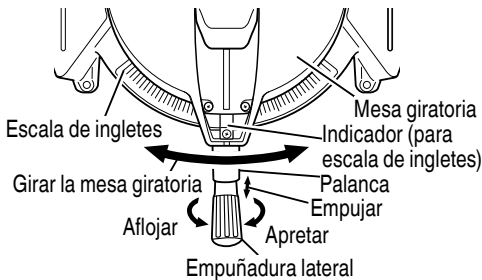

Fig. 25
- (1) Afloje la empuñadura lateral y empuja la palanca para los topes de ángulo. Luego, ajuste la mesa giratoria hasta que el indicador se alinee con el ajuste deseado de la escala de ángulos de inglete (Fig. 25).
- (2) Vuelva a apretar la empuñadura lateral para asegurar la mesa giratoria en la posición deseada.